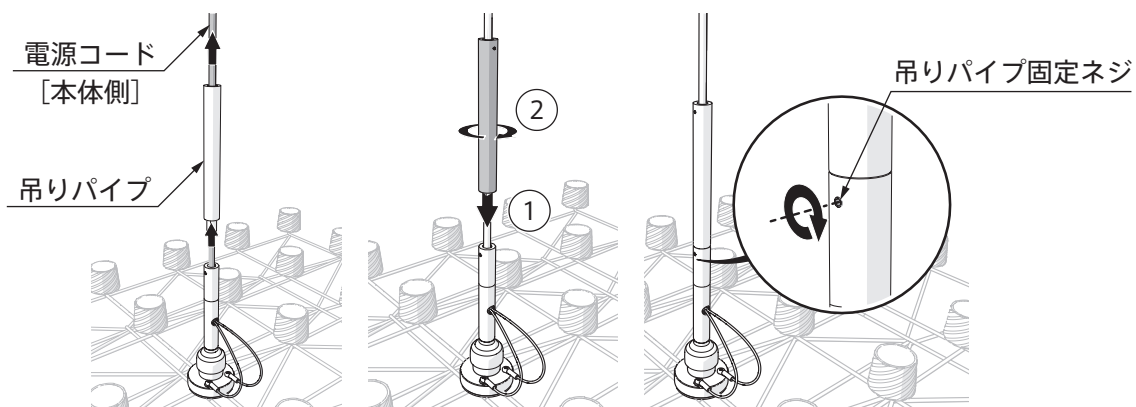
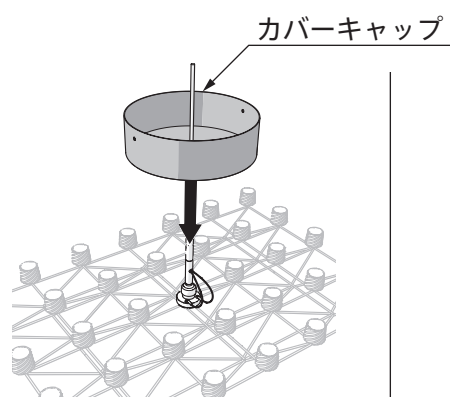

図 10
図 11
8. 接続した吊りパイプにカバーキャップを通して、エンドパーツを取付けます。(図10、図11)